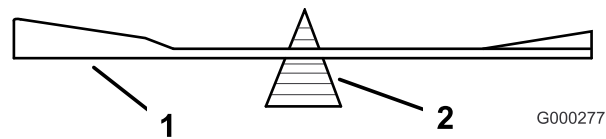

Figure 102
2. Vérifiez l'équilibre de la lame en la plaçant sur un équilibreur (Figure 102).